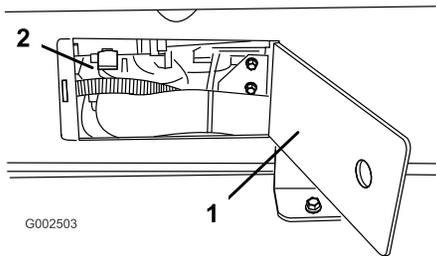

Figura 21
11. Utilice los paneles de acceso en ambos lados del patín del depósito para verificar que no hay manguitos o cables aprisionados (Figura 21).